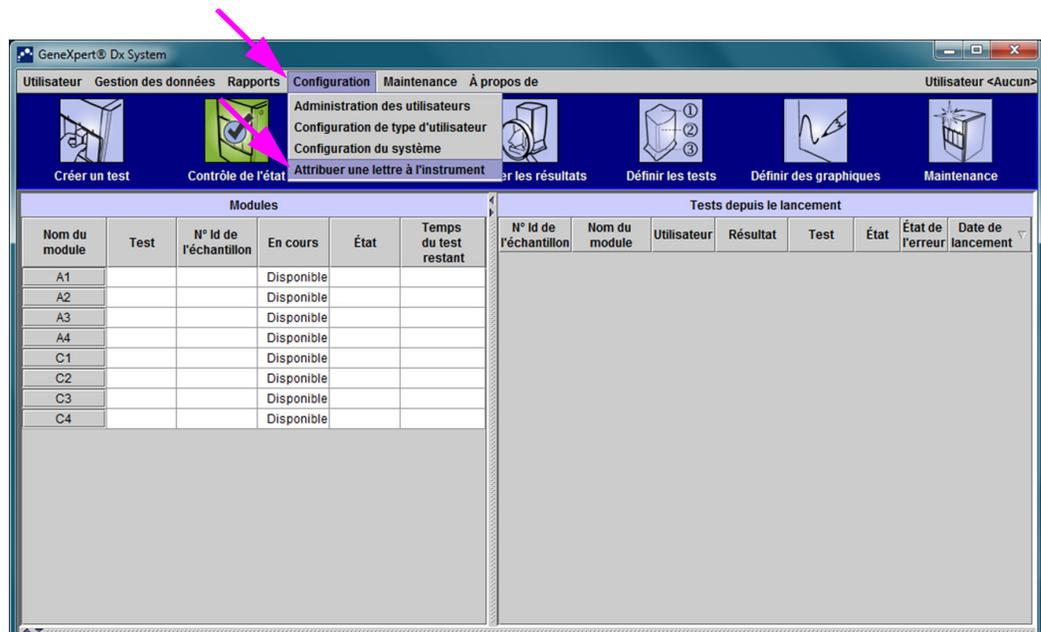
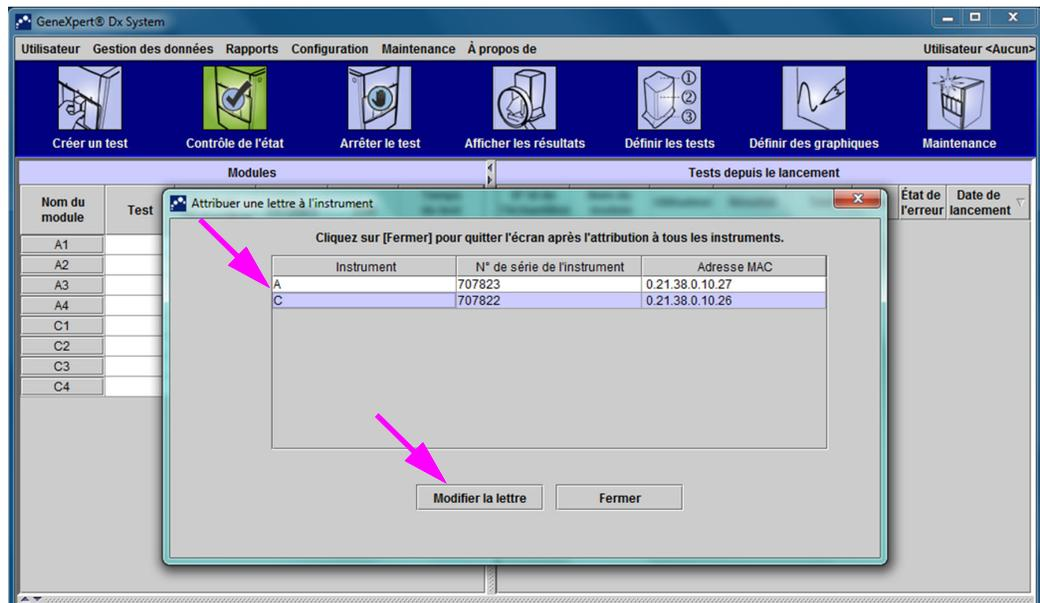

Figure 2-66. Fenêtre GeneXpert Dx System indiquant le menu déroulant Configuration
Figure 2-67. Fenêtre GeneXpert Dx System avec superposition de boîte de dialogue Attribuer une lettre à l'instrument
3. Pour assurer que ces attributions de lettres correspondent à l'instrument GeneXpert GX-XVI, cliquez sur **Configuration** dans la barre de menus, sur la fenêtre GeneXpert Dx System (cf. Figure 2-66), puis sélectionnez l'option **Attribuer une lettre à l'instrument** dans le menu déroulant. La boîte de dialogue Attribuer une lettre à l'instrument s'affiche (cf. Figure 2-67). Dans le même temps, les DEL vertes des quatre modules constituant le quart sélectionné clignotent.
- Pour modifier la lettre d'attribution, cliquez pour sélectionner l'instrument à modifier, puis cliquez sur **Modifier la lettre** dans la boîte de dialogue Attribuer une lettre à l'instrument (cf. Figure 2-67).
6. Cliquez sur **Fermer** pour fermer la boîte de dialogue Attribuer une lettre à l'instrument (cf. Figure 2-67).